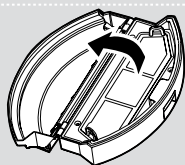

Fig. 19
3. Retire todos los componentes del filtro y límpielos por separado. El montaje se realiza en orden inverso. **[Fig. 19,20]**